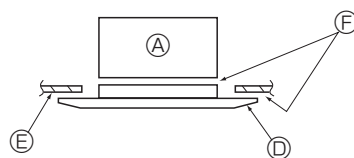

Fig. 10-7
- * Compruebe que no haya huecos entre la unidad principal y el panel, o entre el panel y el techo. (Fig. 10-7)